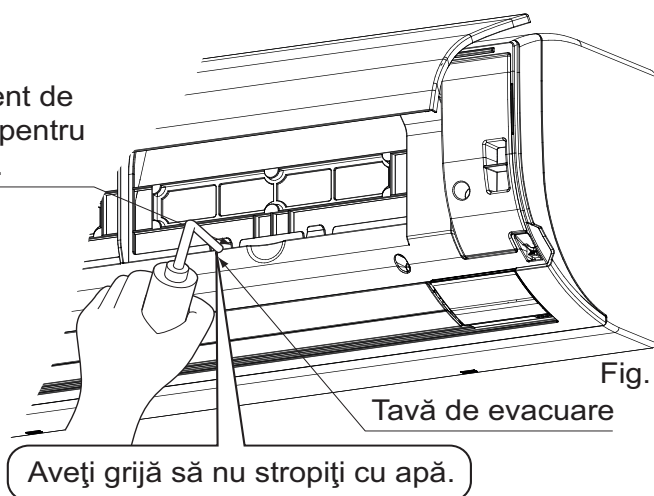

Fig. 19
(2) Aveți grijă ca evacuarea să funcționeze corespunzător.
- După finalizarea lucrării, verificați evacuarea deschizând panoul frontal, **scoțând filtrul de aer**, turnând apă în tava de evacuare, și având grijă ca apa să iasă ușor din furtunul de evacuare. **(Consultați Fig. 19)**